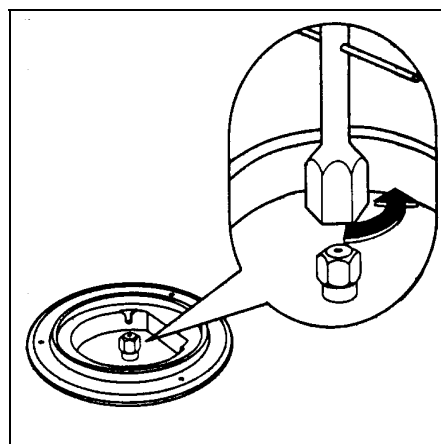

fig. 20
3. Avec une clé douille de 7, dévissez les injecteurs (fig. 20) et remplacez-les par ceux convenant au type de gaz utilisé (voir tableau n°2).